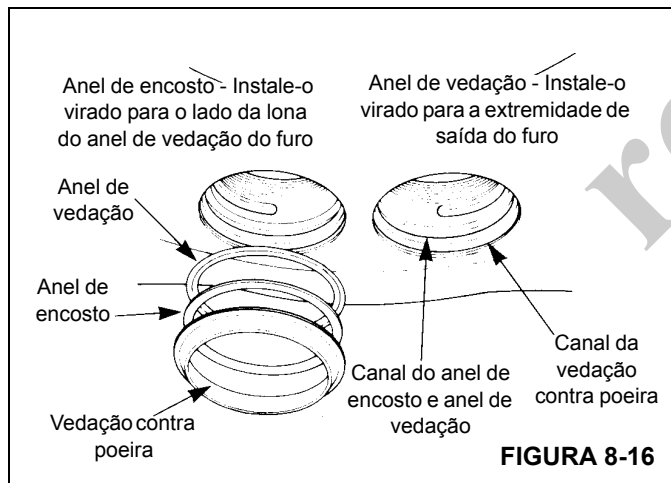

FIGURA 8-16
3. Instale uma nova vedação contra poeira no canal superior do furo. Consulte (Figura 8-16).